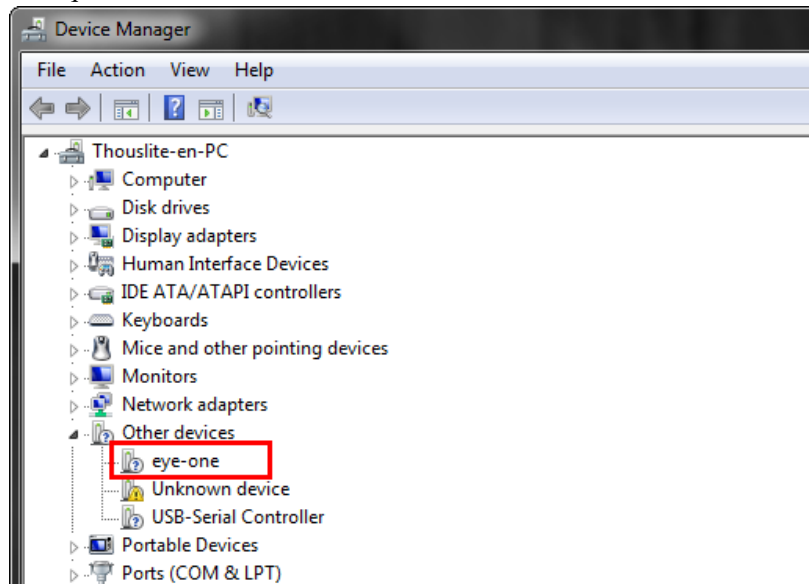

图 3.4. 在设备管理器中找到“eye one”
- 在电脑设备管理器中找到“eye-one”, 如图 3.4;